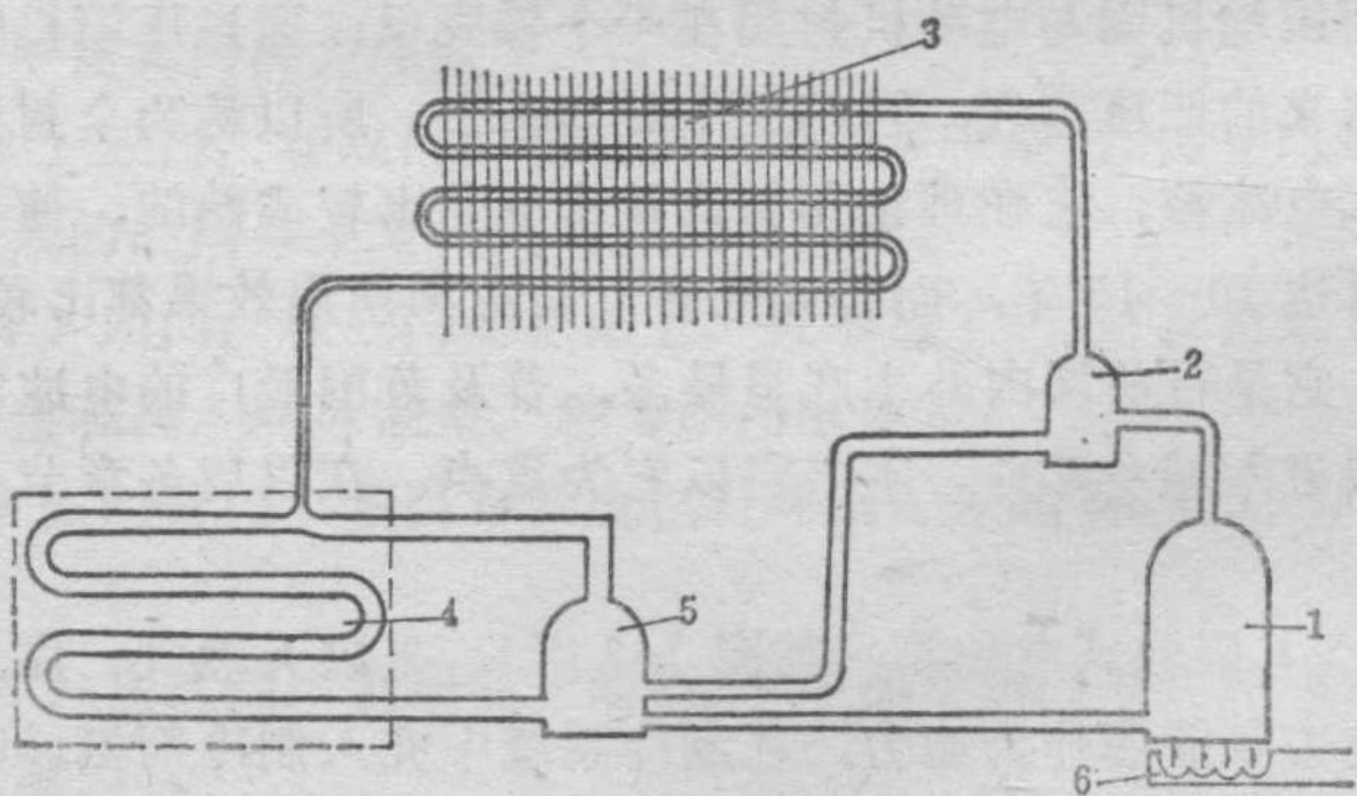

图1-2 吸收式电冰箱制冷原理图
(2) 吸收式电冰箱：如图 1-2 所示。是以天然气、煤气、煤油、电力等能源作为动力，在制冷系统中充入制冷剂氨、吸收剂水、扩散剂氢三种物质。氨水溶液在发生器中被加热后进入蒸馏器，被分离成纯氨气，通过冷凝器放热液化，氨液在位差作用下